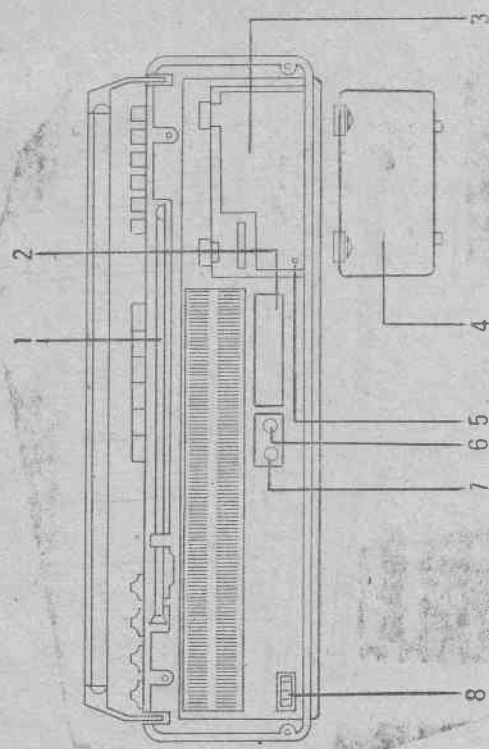
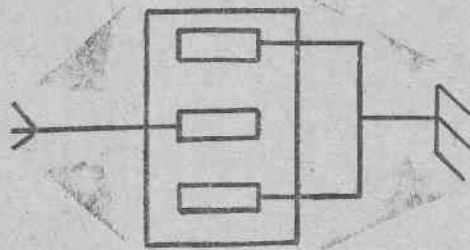

Рис. 3.
Рис. 13.
5.4. Вид магнитолы со стороны задней крышки приведен на рис. 3:
Для снятия крышки батарейного отсека (рис. 3 поз. 4) нажмите вниз на обе защелки на крышке.
Для приема передач отдаленных радиостанций в магнитоле имеется розетка для подключения внешней антенны «УКВ» (см. рис. 3, поз. 8). Распайка розетки САРЗ-Р приведена на рис. 13. Конструкции внешней УКВ антенны описаны в специальной литературе.